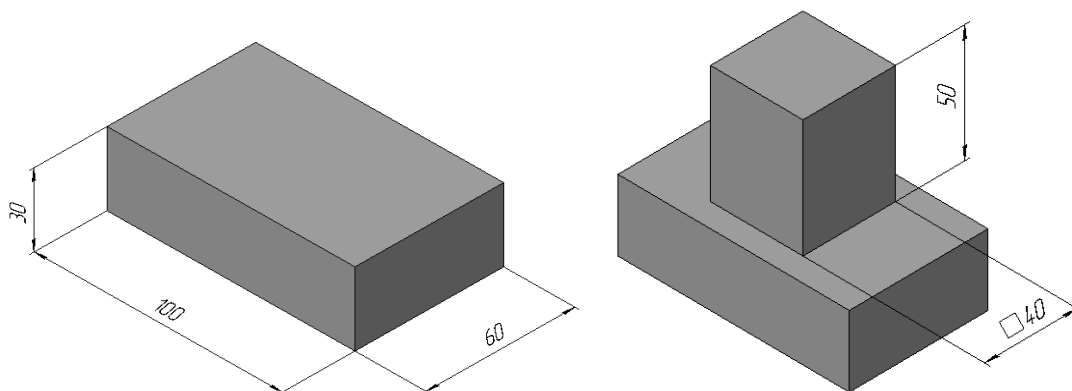

Рисунок 9.
2. Вычертим эскиз основания – прямоугольник по центру с высотой **60 мм** и шириной **100 мм**, который выдавим на **30 мм** (рисунок 9).
3. Для построения верхней прямоугольной четырехгранной призмы на верхней плоскости основания вычертим эскиз – квадрат со сторонами **40 мм** и выдавим на **50 мм** (рисунок 9).